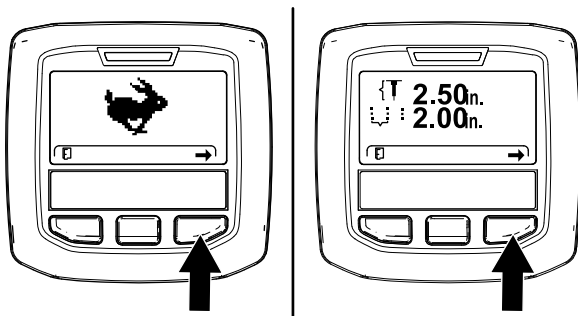

Figura 45
**Nota:** Viene visualizzata la schermata della modalità TRASPORTO o della modalità ARIEGGIATURA (Figura 45).